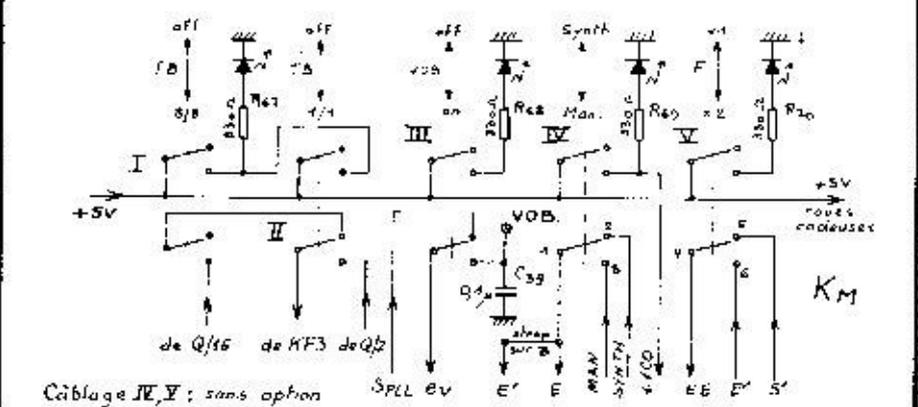
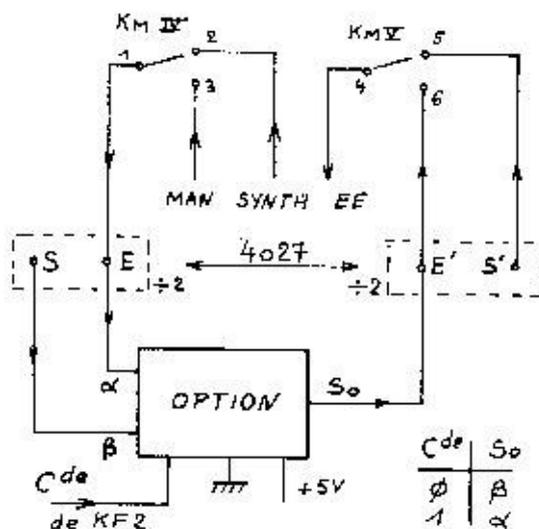

FIGURE 22. - Commutation des modes (par  $K_M$ ).
FIGURE 23
Variante de la figure 22, avec option.
**Figure 22 :** Un commutateur à 5 touches assure la commutation des modes. Nous avons de gauche à droite : TB 1/1, TB 8/8, VOB on/off, Synth/Man et Fréq. x 1 ou x 2. Dès que l'une des cinq touches est enfoncée, mettant le TBF3 dans un mode particulier, une diode LED s'allume, le signalant à l'utilisateur, ceci afin d'éviter toute erreur d'interprétation. On notera que la fonction Tone-Burst est applicable pour toutes les formes sauf la rectangulaire. Cela donne des signaux parfois un peu curieux, comme le montrent les photos illustrant cet article.
**Figure 23 :** Cette figure correspond à une variante de la figure 22. On y montre le branchement optionnel du circuit de division supplémentaire par deux. Avec ce circuit, les rampes ont la fréquence nominale affichée et non la fréquence double. Nous l'avons déjà signalé.